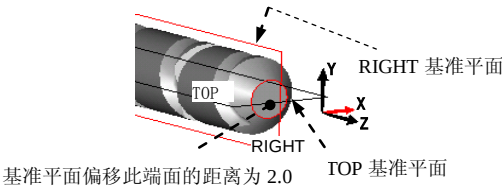

图 3.2.17 坐标系的应用
如图 3.2.17 所示，现需在零件的端部外创建一个坐标系。在后面 3.3.3 节创建“螺旋基准曲线”的练习中，将会用到这个坐标系。
Step3. 单击 **模型** 功能选项卡 **基准** 区域中的“坐标系”按钮 。选取图 3.2.17 中的基准平面 RIGHT、TOP 和前面创建的基准平面为参考，则系统在其相交处创建一个坐标系。